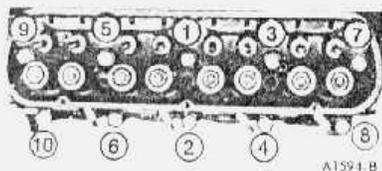

fig. 12 — seqüência de aperto de parafusos do cabeçote
- Os parafusos do cabeçote são apertados ordenadamente, em três etapas: Apertar todos os parafusos seguindo a seqüência mostrada na fig. 12; 50 lbs. pé, 60 lbs. pé e finalmente com o torque de 65-72 lbs. pé.